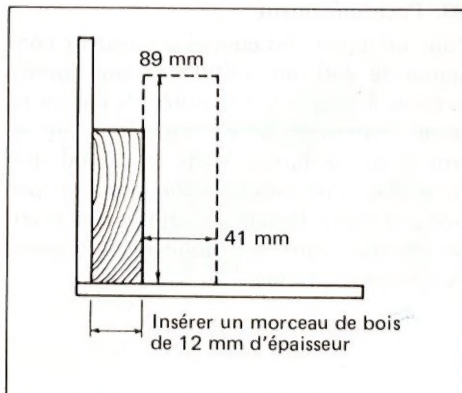

Fig. 9
- ★ Serrer correctement la poignée de blocage de la base tournante. Fig. 9